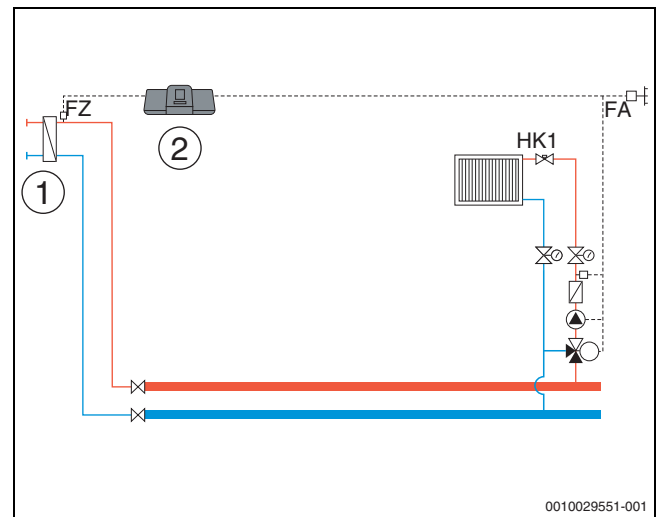

Рис. 21 Вариант 1: сторонний источник тепла с собственным питающим насосом, ограничением нагрузки и компенсацией потери тепла по датчику FZ
**Дополнительная информация: значение внешнего датчика** системы управления низшего уровня на рис. 21... рис. 26 на выбор может приниматься главной системой управления или для системы управления низшего уровня может устанавливаться собственный датчик наружной температуры.